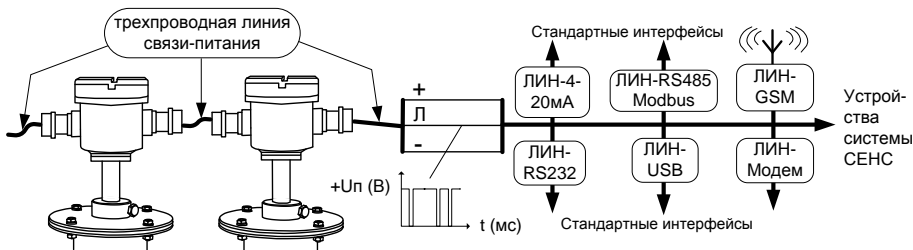

Рисунок 4
2.1.13 Выходной сигнал преобразователя – цифровой кодированный, содержащий выходные данные измерений и «адрес» преобразователя. Преобразователь осуществляет передачу данных по трехпроводной линии питания-связи, протоколу «СЕНС». Преобразование сигналов линии питания-связи в стандартные интерфейсы осуществляется посредством адаптеров «ЛИН-...» (рисунок 4).